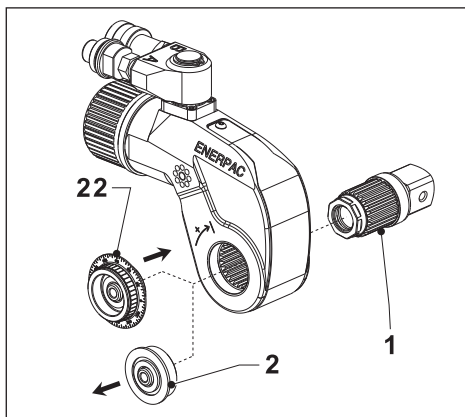

Рис. 13
4.3.5 Использование указателя угла поворота (рис. 13, 14 и 15)